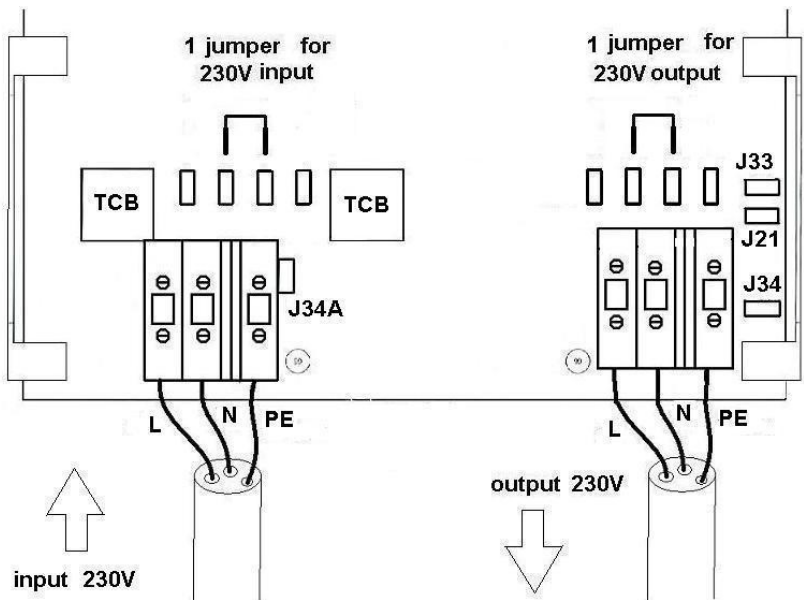

Abb. 2: Brückenschaltung bei 230/240 V Eingang/Ausgang
2.2.1 Für den 230/240 V Eingang und/oder Ausgang setzen Sie Brücken entsprechend Abb. 2.